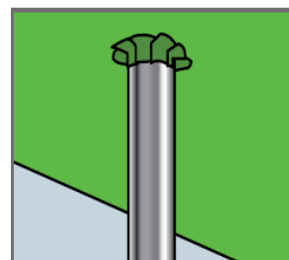

Bild 7
**BILD 7:** Für Rohrdurchdringungen soll die Bahn kreuzförmig eingeschnitten werden, und das durchdringende Rohr mit STÖ UNI schuppenförmig überlappend in die Fläche luftdicht eingebunden werden.